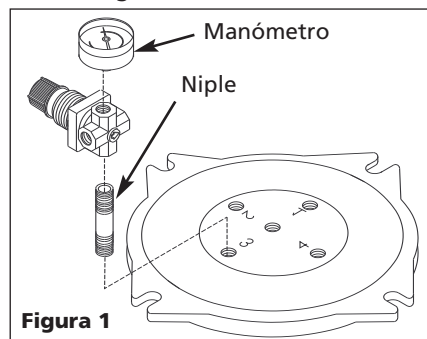

Figura 1
1. Conecte el regulador a la tapa del tanque de pintura tal como se indica en la Figura 1: